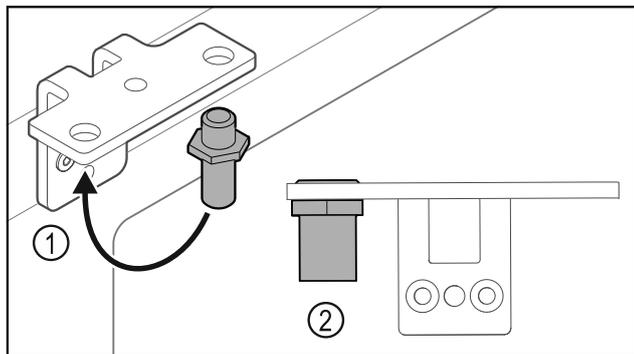

Fig. 25
- ▶ Pārliediet tapu Fig. 25 (1) lokāmajā kronšteinā.
- ▶ Pievelciet tapu Fig. 25 (2) ar **griezes momentu 12 Nm**.